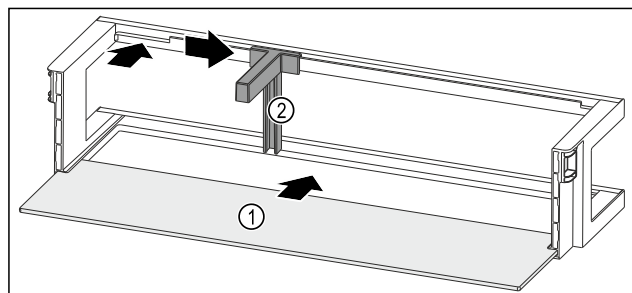

Fig. 214 Balconnet de contre-porte avec tablette de rangement
- Insérer la tablette de rangement Fig. 214 (1) dans les évidements latéraux.
- Insérer le range-bouteilles Fig. 214 (2) dans l'évidement.
- Pousser le range-bouteilles Fig. 214 (2) sur le côté en position souhaitée.